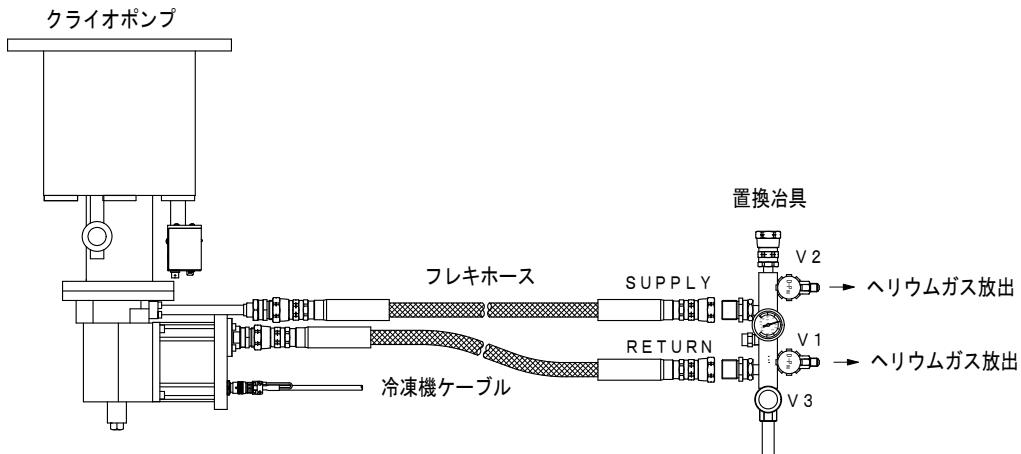

図8-3 置換治具の接続
4. SUPPLY、RETURNのフレキホースを置換治具に接続してください（図8-3）。